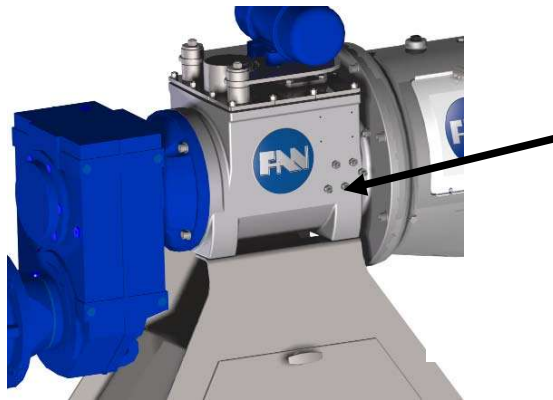

Fig. 13-16: Vis de raclage
6. Desserrer les contre-écrous des vis de raclage et tourner ces dernières d'un tour dans le sens inverse des aiguilles d'une montre, voir Fig. 13-16.